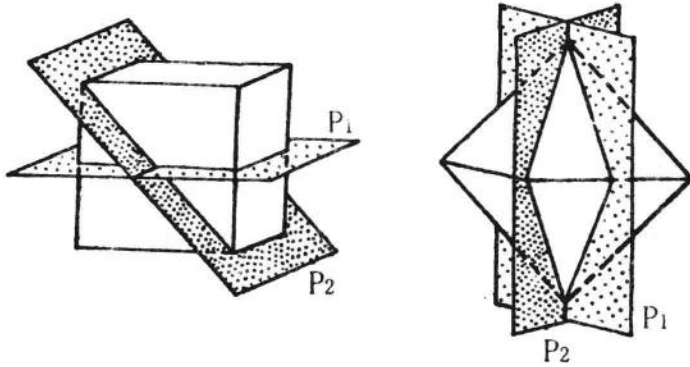

图 2 晶体对称面存在的可能位置
①垂直平分某些晶面且垂直平分某些晶棱的平面,如图2中的 P_1 平面。
②包含某些晶棱的平面,如图 2 中的 P_2 平面。